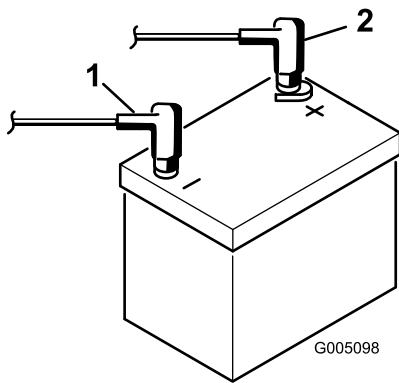

図 4
7. 赤いケーブルをバッテリーの端子に、黒いケーブルはバッテリーの端子にはめ、ボルトとナットで固定する図4。プラス端子が電極に十分にはまり込んでいること、ケーブルの配線に無理がないことを確認する。ケーブルとバッテリーカバーを接触させないこと。